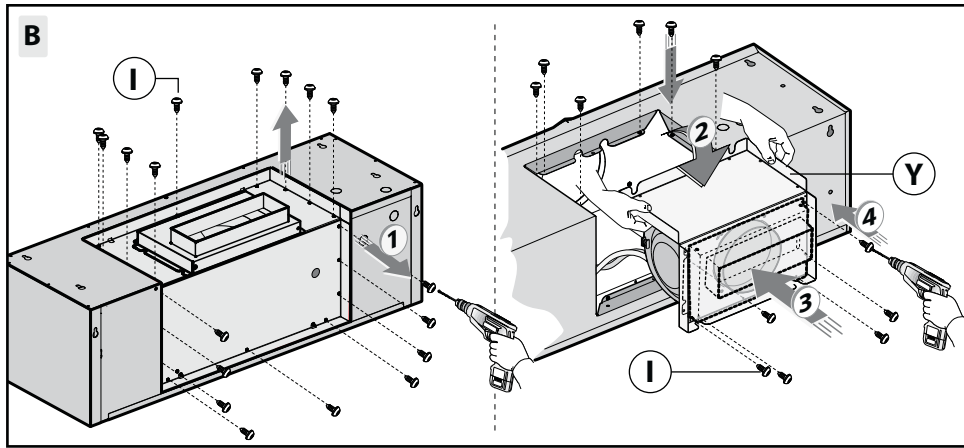

Fig. 4
• **Version avec orifice d'évacuation dans la partie arrière de la hotte (Fig. 4) :**